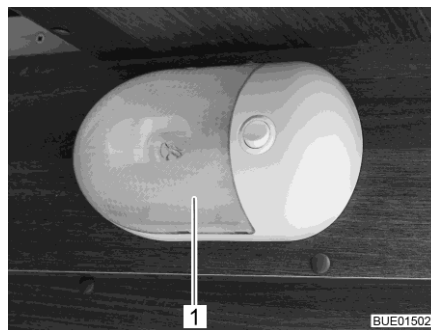

Bild 318 Påbyggnadslampa
- Tryck försiktigt samman den transparenta kåpan (Bild 318,1) på båda sidor, dra lätt bort den från brytaren och ta bort den framifrån.